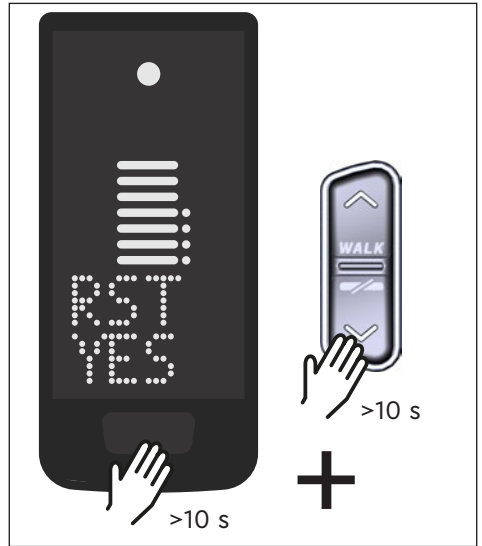

Fig. 10: Terugzetten naar fabrieksinstellingen
- ▶ Houd de knop op de Display en de knop DOWN op de Remote minstens 10 s ingedrukt, eerst wordt de Setup-Mode aangegeven en daarna RESET (zie Fig. 10).